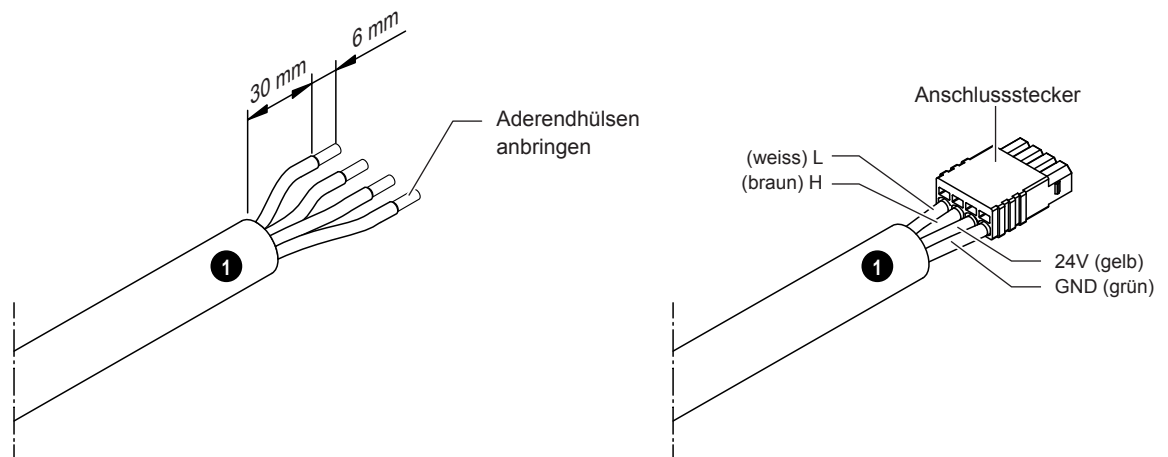
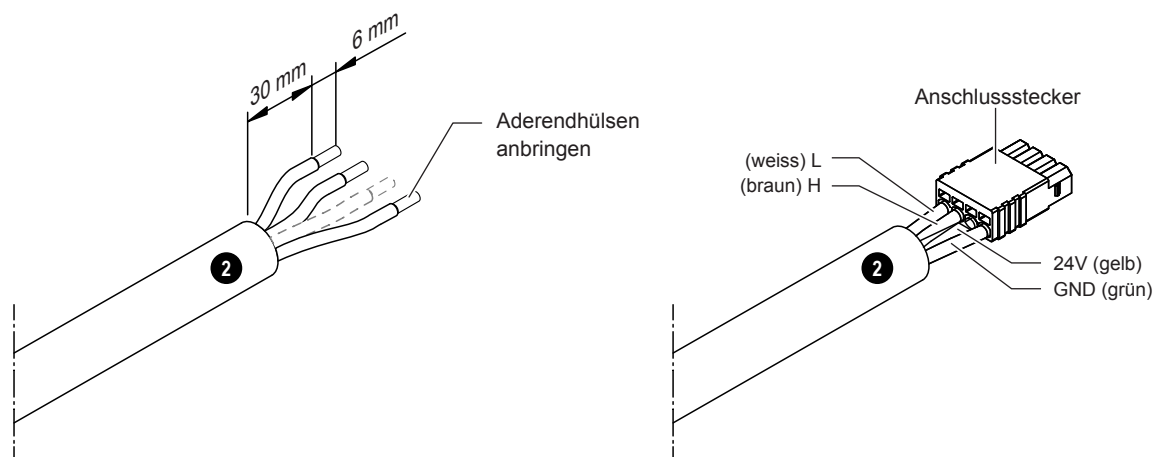

Abb. 26: CAN BUS-Kabel für Anschluss SPA Display vorbereiten
Abb. 27: CAN BUS-Kabel für Verbindung Condair Delta SPA Control Box zu Condair Omega vorbereiten
3. Das bzw. die CAN BUS-Kabel ablängen. Das bzw. die Kabelende(n) gemäss Abb. 26 (Anschluss SPA Display) oder Abb. 27 (Verbindungskabel Condair Delta SPA Control Box zu Condair Omega) für den Anschluss der Stecker vorbereiten und den/die Stecker an die/das CAN BUS-Kabel anschliessen.